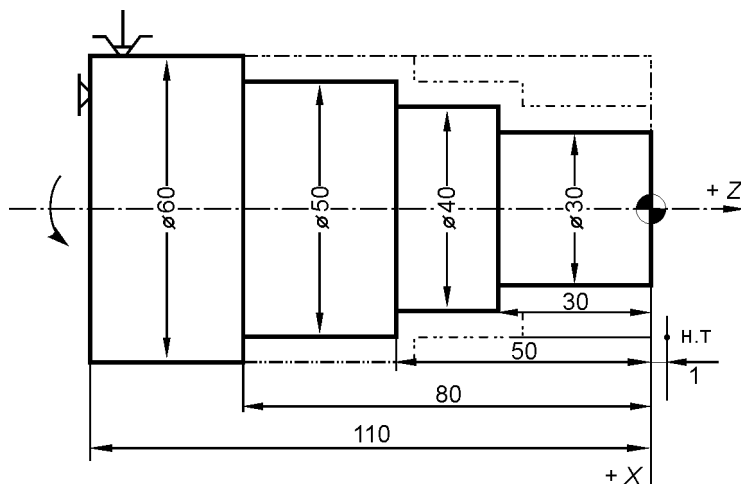

Рисунок 2 – Ескіз деталі до прикладу програмування лінійних зміщень
1.5. Приклад побудови КП чорнової одноінструментальної обробки валика (рис.2)